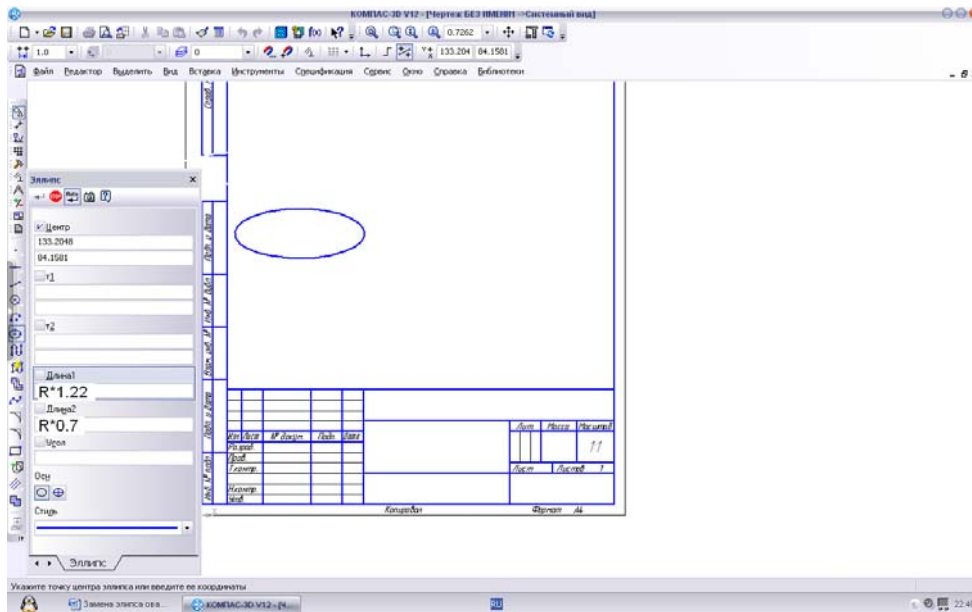

рис.18
8. В результате построения получится эллипс (рисунок18)